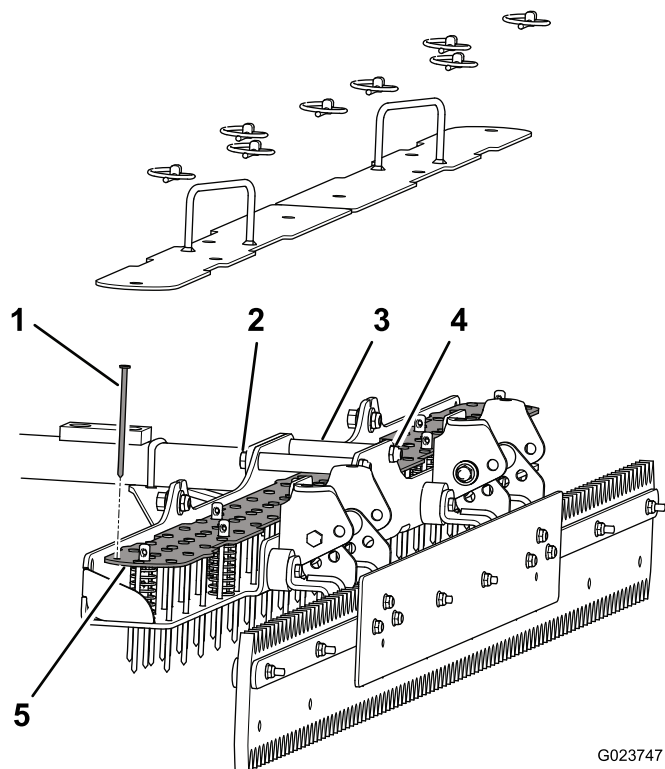

Figure 18
2. Retirez les goupilles à anneau des 8 axes de chape qui fixent les plaques supérieures au porte-dents et à la plaque inférieure (Figure 18).